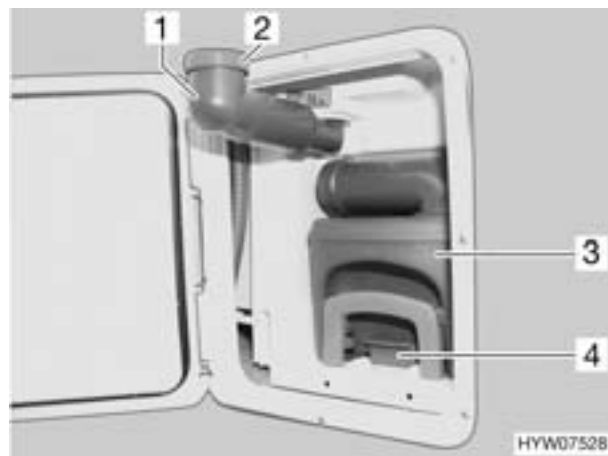

Bild 180 Thetford-Kassette
- Frischwasser-Einfüllstutzen (Bild 180,1) nach außen schwenken.
- Schraubkappe (Bild 180,2) abnehmen.